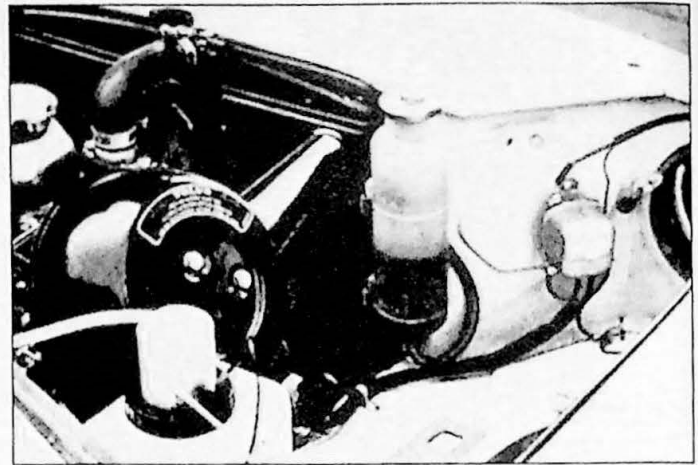

Fig. 2.3. Radiateur met expansievat
13. Zet de aftapplug in de radiator, monteer deze op zijn plaats en maak de koelsslagen vast. Monteer het expansievat en let op dat de slang vrij loopt van de ventilator (Fig. 2.3).